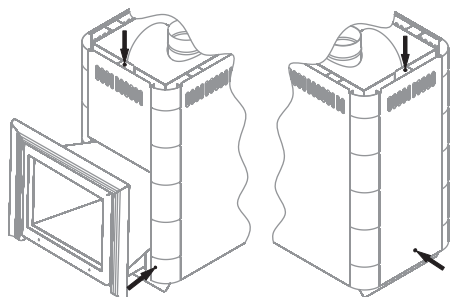

Рисунок 7. Винты для демонтажа конвектора печи «Ангара 2012»
2. Снять конвектор, открутив 5 саморезов (рисунок 7)